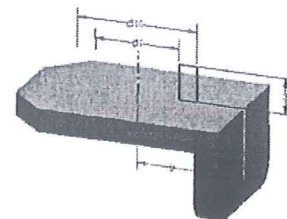
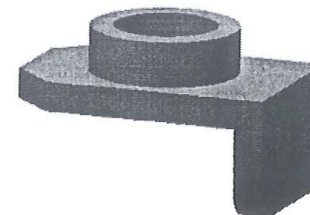

图7
图8
14. 基于图7中所示的草图(一个矩形和一条中心线), 创建图8中所示的空心圆柱体, 用哪个命令? 【            】